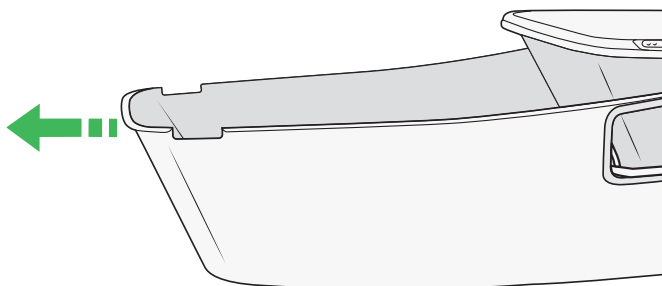

Figure 104
14. Retirez délicatement le cache extérieur en le soulevant au niveau du côté tête et en le tirant vers vous. Voir Figure 104.